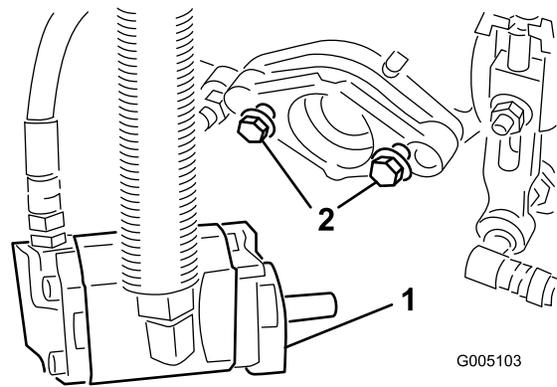

Figura 10
13 mm aproximadamente de rosca en cada tornillo de montaje (Figura 10).
11. **Apriete los pernos de montaje** (Figura 10).